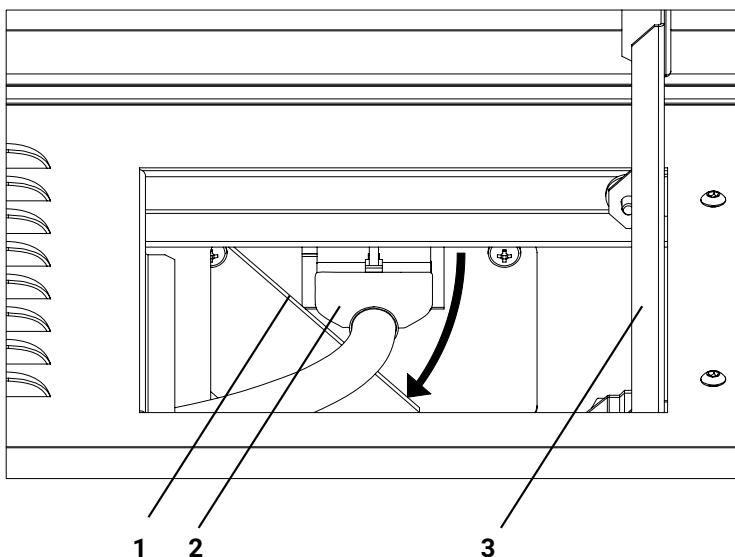

Рис. 5 – Подключение БЖО: 1 – защитный лючок разъёма, 2 – кабель питания и управления БЖО, 3 – боковая дверца БЖО.
- 4 Подключить кабель питания и управления БЖО к сварочному аппарату (Рис. 5).